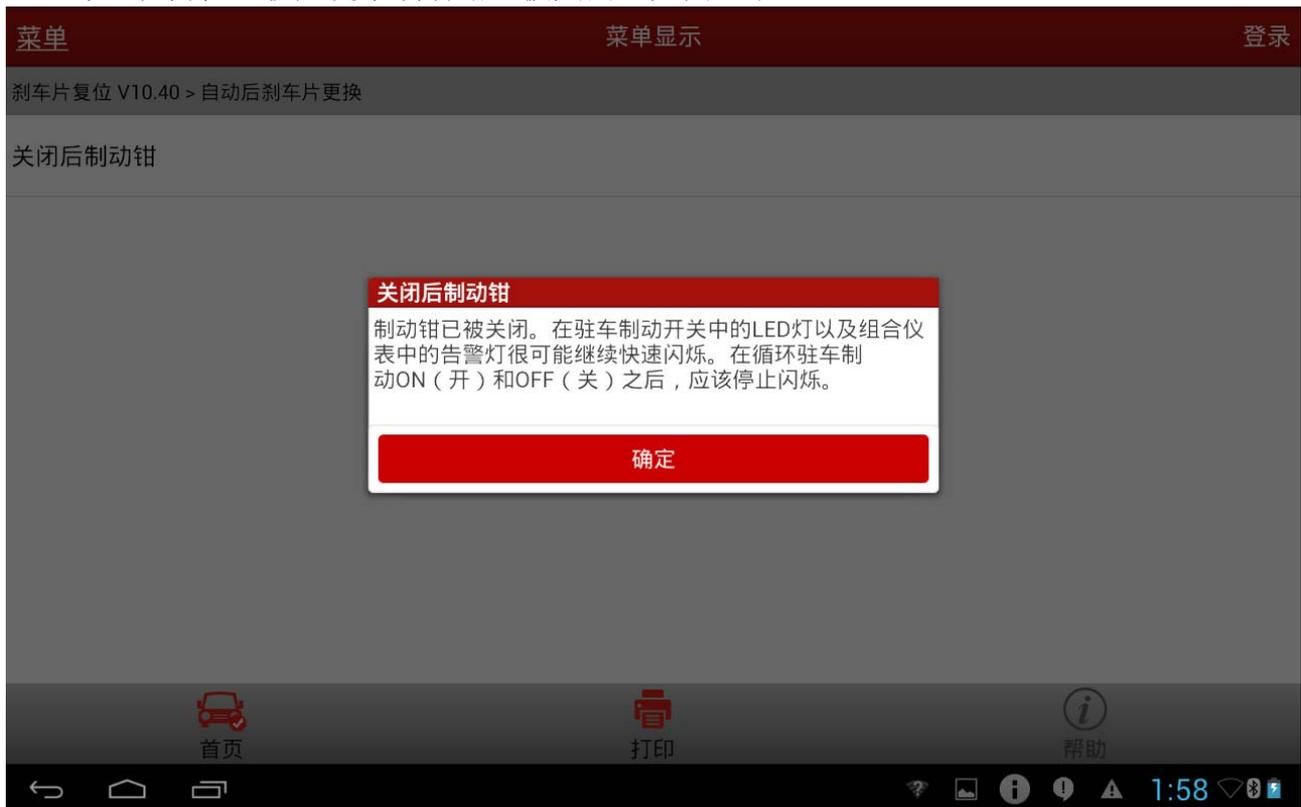

图 18
19) . 大约等待 30 秒后提示制动钳已被关闭, 如图 18;